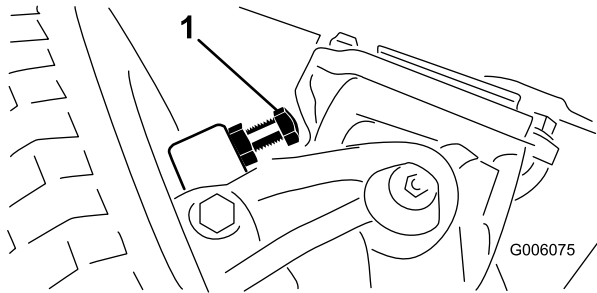

Figure 60
1. Vissez ou dévissez les boulons jusqu'à ce que l'écart correct soit obtenu (2,3 mm) (Figure 60).